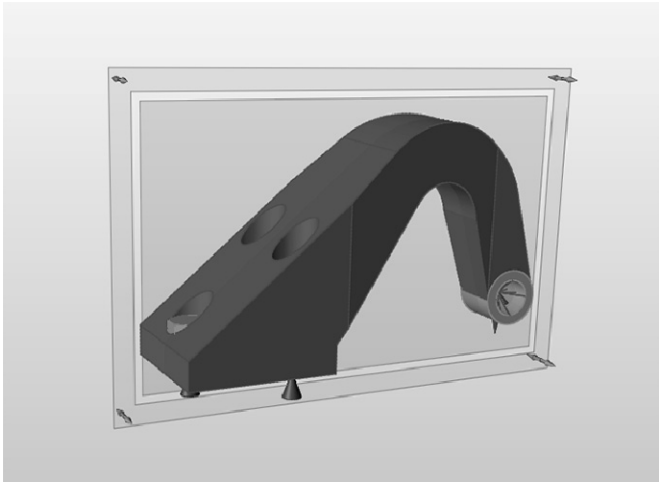

图 16-15
- 1) 打开安装目录中 **Tutorials** 文件夹中的 **Compare_Optimization.stmod** 文件，如图 16-15 所示。该模型有 3 种载荷工况、两组优化结果和两组重新分析的结果。